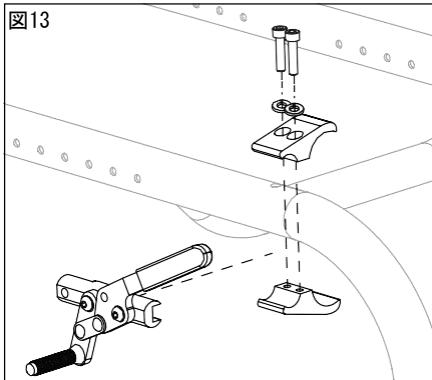

図13
3. ブレーキがしっかりとタイヤを押さえ、ホイールが動かない位置にくるようフレームに沿ってクランプを調整します。図13を参照してください。